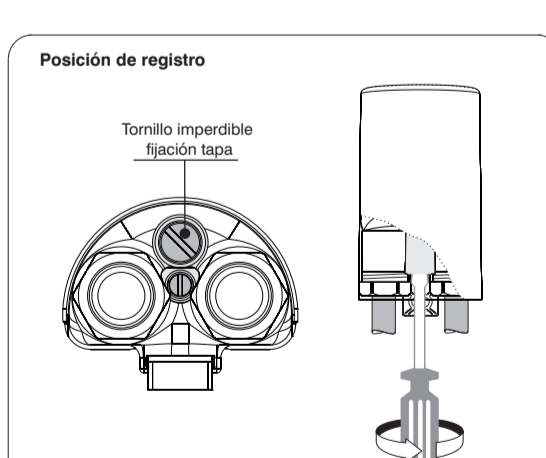

fig. 6
- fijar la tapa apretando el tornillo de seguridad ubicado en la parte inferior de la base. Apretar el tornillo hasta que la tapa presione sobre la guarnición garantizando el cierre hermético (fig. 6).